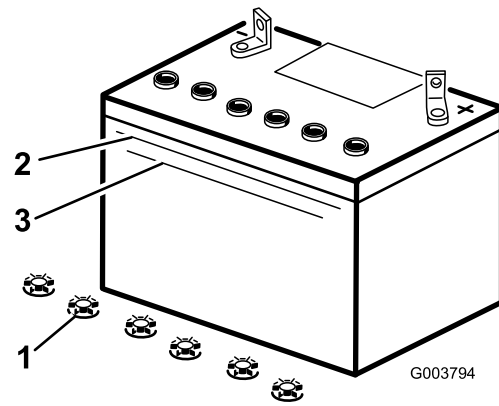

Bild 39
2. Sehen Sie sich die Seite der Batterie an. Der Füllstand muss bis zur oberen Linie reichen (Bild 39). Der Säurestand darf nicht unter die untere Linie fallen (Bild 39).
3. Entfernen Sie die Verschlussdeckel von der Batterie (Bild 39).
4. Gießen Sie langsam destilliertes Wasser in jede Batteriezelle, bis der Säurestand die obere Linie (Bild 39) am Batteriegehäuse erreicht.
5. Warten Sie nach dem Füllen der Batteriezellen fünf bis zehn Minuten. Gießen Sie bei Bedarf destilliertes Wasser in jede Batteriezelle, bis der Säurestand die obere Linie (Bild 39) am Batteriegehäuse erreicht.